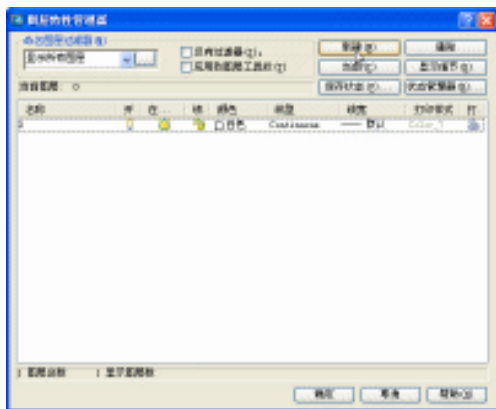

图 2-3-1
STEP 01 首先给画垫圈的俯视图新建图层，其具体操作是：单击图层工具条上的图层管理器图标，在弹出的对话框中单击“新建”按钮，如图 2-3-1 所示。新建二个图层，一个是中心线；一个是实线，如图 2-3-2。并把中心线层设定为当前层。方法是单击中心线图层，使其呈显亮，然后单击“当前”按钮即可。单击“确定”退出对话框，这时在图层工具条上显示着“中心线”图层。如图 2-3-3 所示。